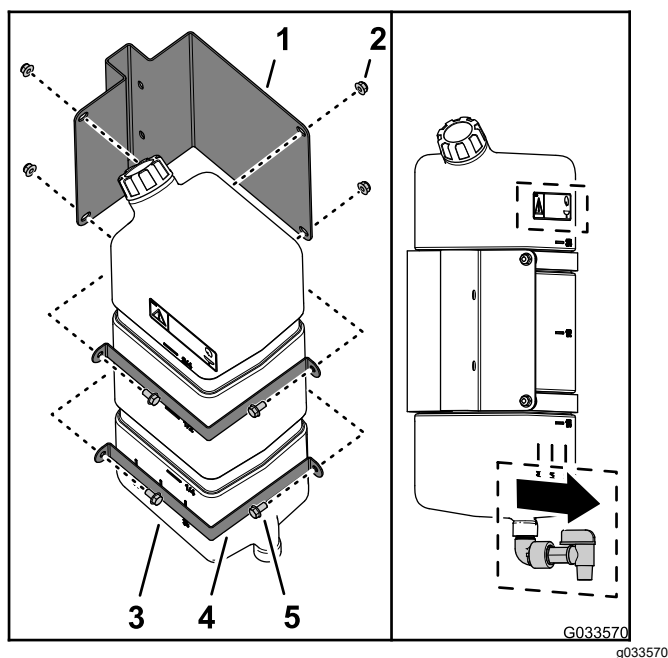

Bild 43
1. Montieren Sie den Frischwasserbehälter mit den zwei Befestigungsriemen, vier Bundkopfschrauben (5/16" x 5/8") und vier Sicherungsbundmutter (5/16") an der Befestigung für den Frischwasserbehälter, wie in Bild 43 abgebildet.